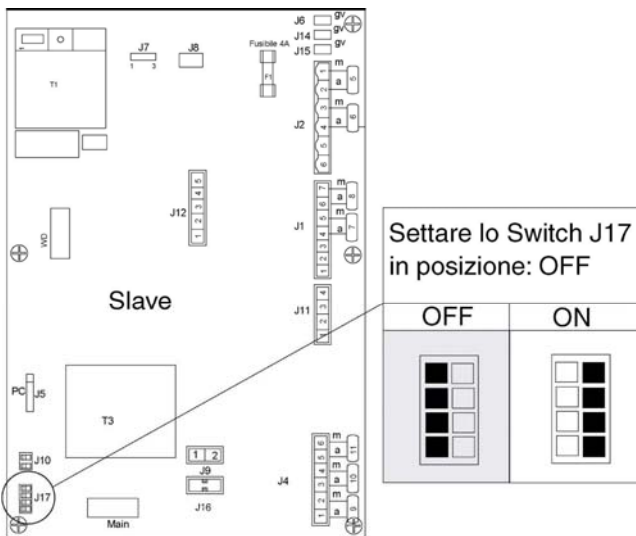

Figura 28
- b. Settare tutti e quattro gli interruttori J17 presenti su ogni Slave del gruppo termico nella posizione Off (Figura 28);